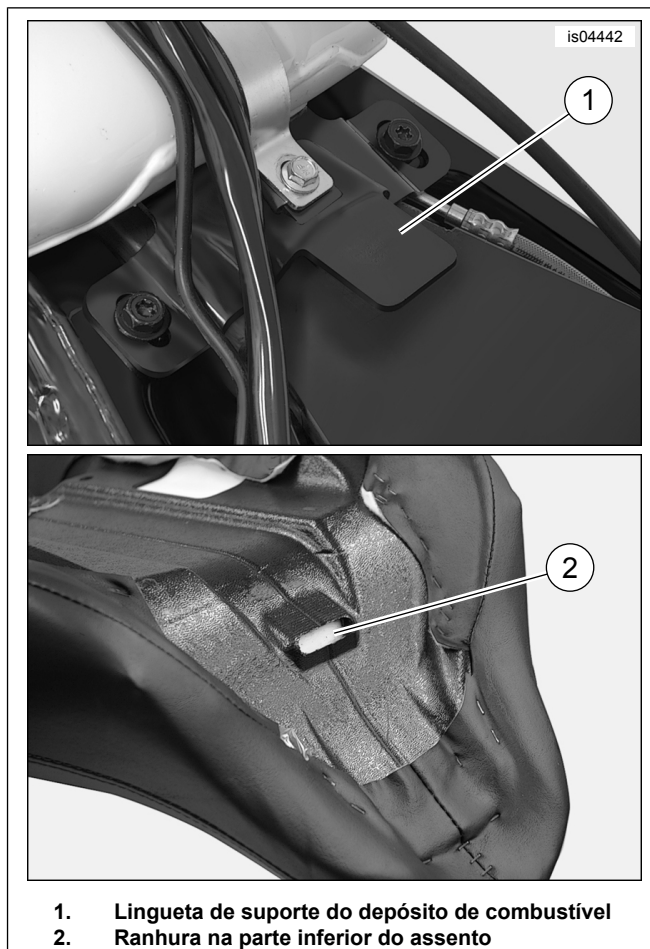

Figura 7. Apoio dianteiro do assento
2. Ver a Figura 7. Passe a parte traseira do assento através da mesma, a partir da frente, até que a ranhura (2) que se encontra na parte dianteira inferior do assento fique atrás da patilha que fixa o assento (1) ao suporte traseiro do depósito de combustível.
1. Ver a Figura 7. Instale o assento até que a alça (2) à frente da parte inferior do assento fique atrás da lingueta de fixação do assento (1) no suporte traseiro do depósito de combustível.